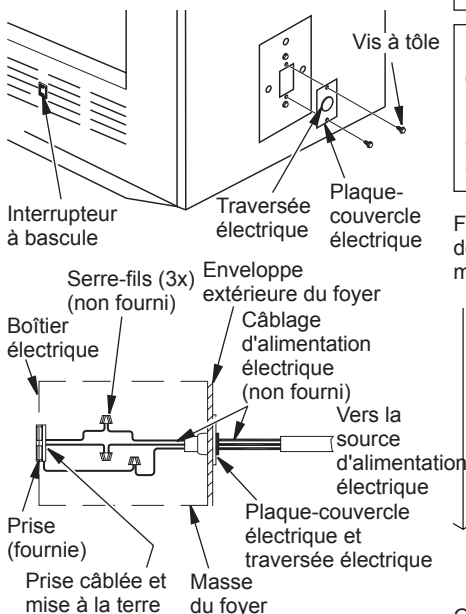

Figure 7 - Traversée électrique d'interrupteur de ventilateur
Un prêt-à-monter de ventilateur ou de souffleur pour ce foyer est offert en option (modèles à circulation uniquement). L'utilisation de ventilateurs ou de souffleurs autres que ceux qui sont fabriqués par FMI PRODUCTS, LLC annulent la garantie. Le ventilateur fonctionne en appuyant sur un interrupteur à bascule (voir figure 7) situé dans le coin inférieur droit de la façade du foyer. Le souffleur fonctionne en tournant un bouton de réglage (pas illustré).
Les raccordements électriques du prêt-à-monter de ventilateur et de souffleur se font par la plaque-couvercle électrique située sur le côté du foyer comme illustré à la figure 7.
1. Enlevez la plaque-couvercle électrique et sa traversée du foyer en enlevant les deux vis à tête comme illustré à la figure 7.
3. Faites glisser les raccordements électriques dans le boîtier électrique comme illustré à la figure 7.